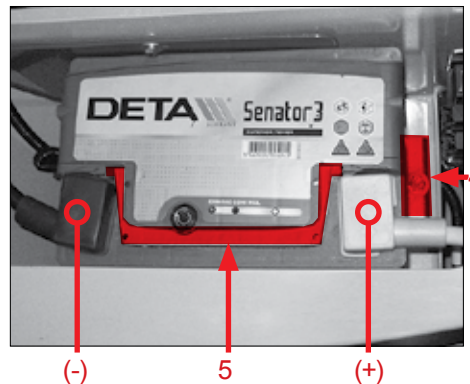

Fig. 115
7. Dévisser le câble de la borne „moins“ (pos. -, Fig. 115).
8. Dévisser le câble de la borne „plus“ (pos. +, Fig. 115).
9. Dévisser le support de la batterie (pos. 4, Fig. 115).
10. Tenir la batterie par les poignées (pos. 5, Fig. 115) et la retirer en la levant.